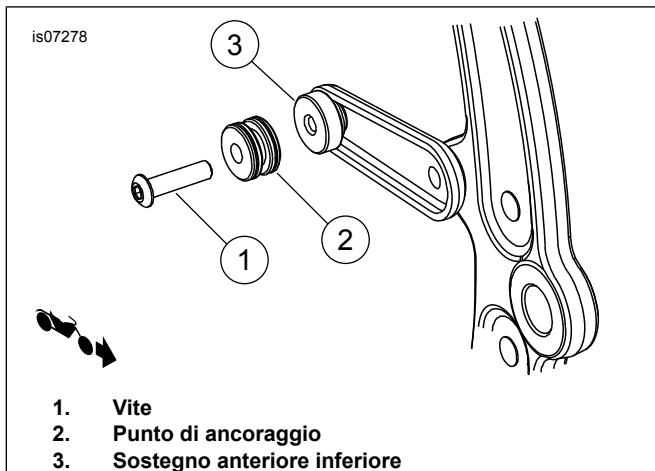

Figura 6. Punto di ancoraggio anteriore inferiore (senza altri accessori rimovibili)
1. Vedere Figura 6. Installare il mini punto di ancoraggio (2) sulla vite (1).
3. Inserire la vite nella parte filettata del sostegno anteriore inferiore (3). Serrare la vite ad una coppia di 16,3–24,4 N·m (12–18 ft-lbs).